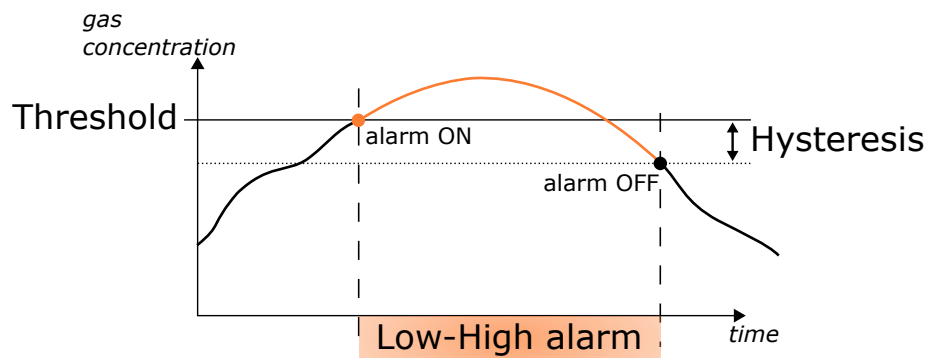

Abbildung 7.10: Hystereseverhalten bei Einstellung des Grenzwerttyps Low-High.
- **L/H:** Grenzwert schaltet ein bei Überschreiten des Threshold, er wird ausgeschaltet bei Unterschreiten von Threshold - Hysterese, siehe Abbildung 7.10.